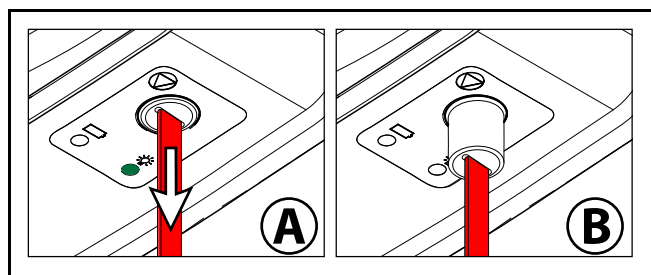

Fig. 8
- Om taklyften behöver stoppas vid en nödsituation ska du dra i den röda nödlinan en gång tills du hör ett klick (se Fig. 8 – A). Du kan se att plastinsatsen längst upp på den röda draglinan har gått ned (se Fig. 8 – B). Den gröna lampan har också slocknat. Patienten kan eventuellt sjunka ned långsamt när nödstoppet har aktiverats. Detta är normalt.